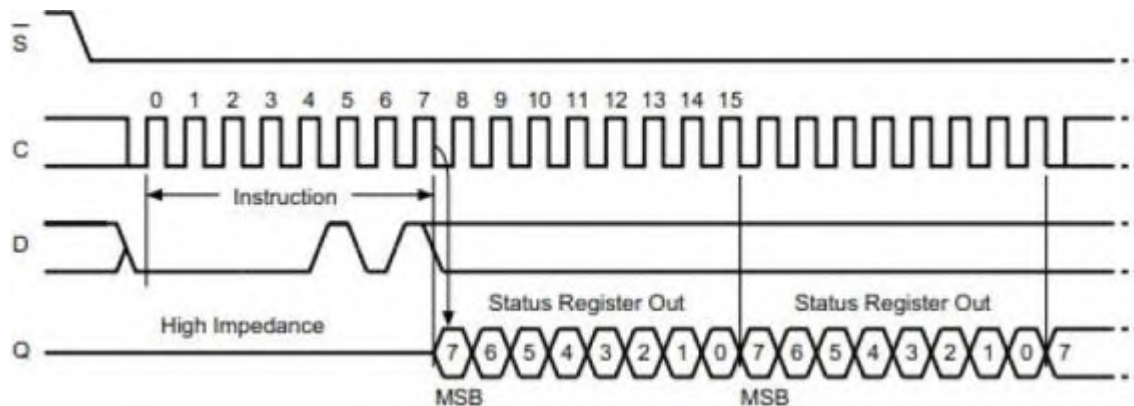

图15-10 状态寄存器读时序
(7) 解析状态寄存器用来获取芯片是否工作结束，如图15-10所示为状态寄存器读时序。